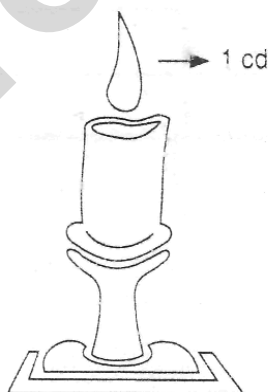

Рис. 6. Сила света 1 cd (одна свеча диаметром 25 мм)
**Сила света** выражается в канделах (сокращенно cd) и представляет собой свет, излучаемый источником в одном определенном направлении. На рис. 6 приведено образное разъяснение понятия 1cd (кандела), т. е. свеча диаметром 25 мм дает силу света, примерно равную 1cd.